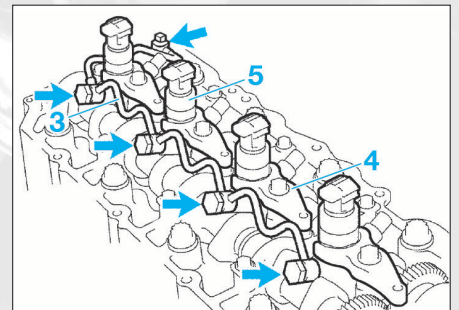
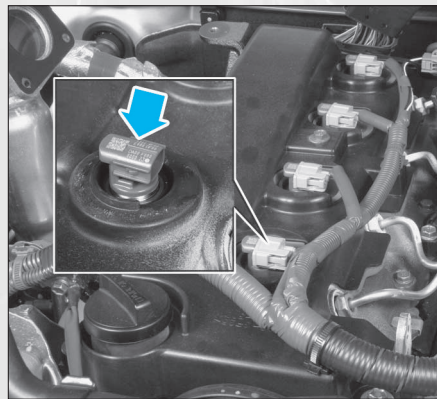

FIG. 59
FIG. 62
- Déposer le tuyau de retour de fuite (3) des injecteurs (fig. 59).
- Déposer les brides (4) des injecteurs, puis les injecteurs (5).
- si le code d'identification des injecteurs n'est pas identique à celle d'origine (fig. 62), enregistrer le nouveau dans le calculateur moteur avec l'appareil de diagnostic.